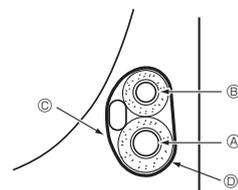

Fig. 4-4
4.4.1. Guardar no espaço da tubagem da unidade (Fig. 4-4)